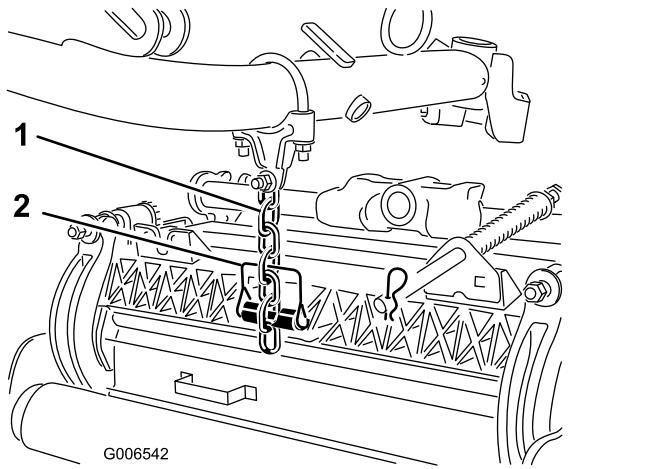

Figure 13
8. Fixez la chaîne du bras de levage au support de chaîne de l'unité de coupe (Figure 13) avec la goupille à ferroir comme suit :